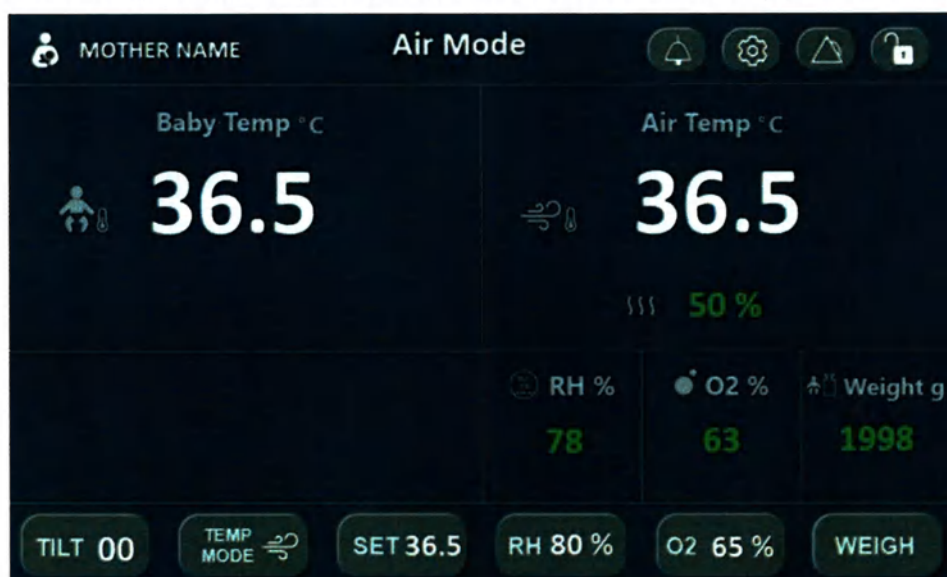

Рис. 9.8 – Главный экран
9. Как только пациент идентифицирован, появится главный экран (см. Рис. 9.8)